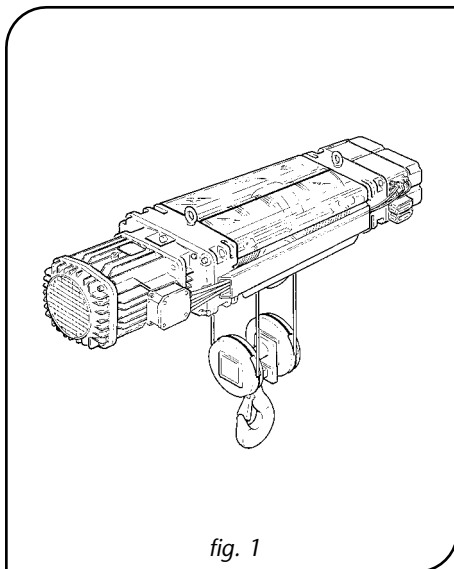

fig. 1
- **In esecuzione fissa:** (fig. 1)